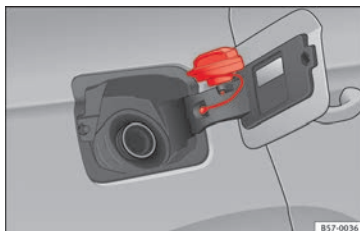

Abb. 58 Tankklappe mit aufgestecktem Tankverschluss.
- Platzieren Sie den Verschluss in der Aussparung, die sich im Scharnier der geöffneten Tankklappe befindet » Abb. 58.